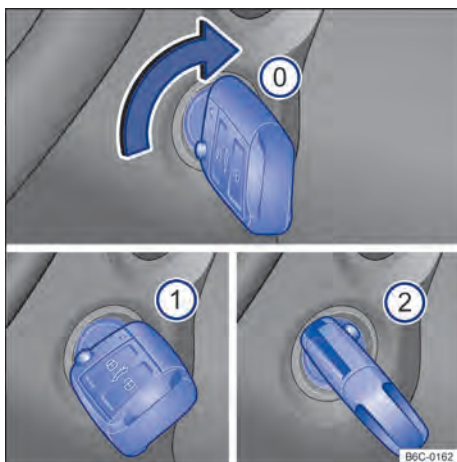

Fig. 82 Ao lado do volante, à direita: posições da chave do veículo no cilindro da ignição.
Posições da chave do veículo → Fig. 82
- *Veículos com partida aquecida:* girar a chave do veículo na posição → Fig. 82 ①. A ignição está ligada. Nesse instante a luz de controle do sistema de partida aquecida  irá se acender no instrumento combinado. Aguardar que a luz de controle  se apague indicando o término do aquecimento do combustível (esta ação poderá ser necessária em condições de partida com o motor frio).
- Girar a chave do veículo no cilindro da ignição para a posição → Fig. 82 ② – não acelerar. Quando o motor começar a funcionar, soltar a chave do veículo no cilindro da ignição.
- *Veículos com partida aquecida:* girar a chave do veículo no cilindro da ignição para a posição → Fig. 82 ② para dar partida no motor – não acelerar. Caso a etapa 5 não seja respeitada, a luz de controle  irá piscar indicando a necessidade de interromper o procedimento de partida e repeti-lo após retornar a chave para a posição → Fig. 82 ① e aguardar aproximadamente 10 segundos.